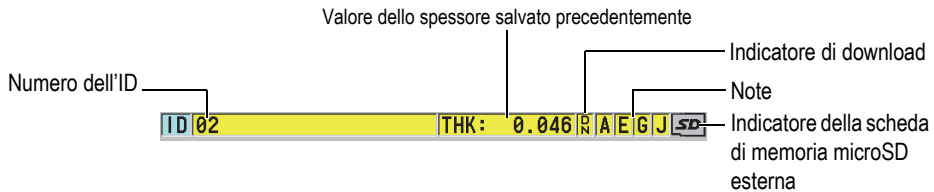

Figura 3-2 La barra dell'ID
La barra dell'ID, situata nella parte superiore della schermata di misura, visualizza l'ID della misura di spessore corrente, la misura salvata precedentemente e gli indicatori delle note (vedi Figura 3-2 a pagina 58). L'indicatore di download (R) viene visualizzato quando la misura salvata precedentemente proviene da un file piuttosto che da una misura recentemente acquisita.